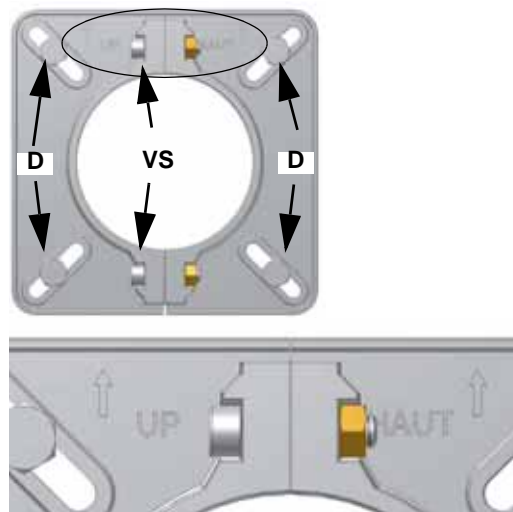

Рис. 5
- 4 согласно ссылке, данной на Рис. 5, закрепить фланец к шпилькам котла с помощью гаек **D**, не затягивая их полностью;